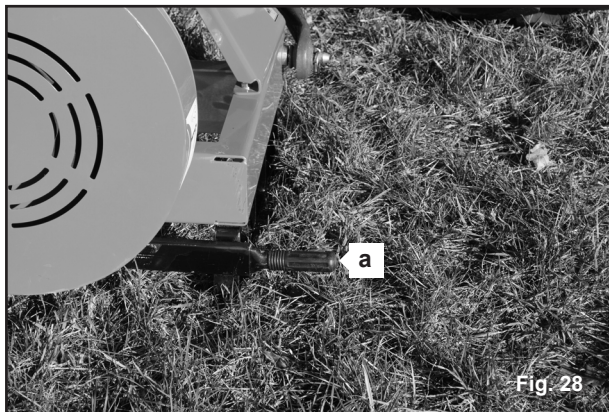

Fig. 28
- A. Spanningshendel (Fig. 28)